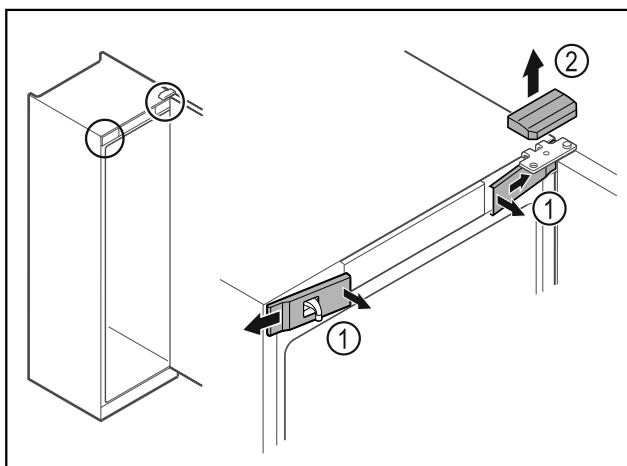

Fig. 2
- ▶ 从内侧松开前盖板 Fig. 2 (1)并移到一旁。
- ▶ 朝上取下上盖板 Fig. 2 (2)。